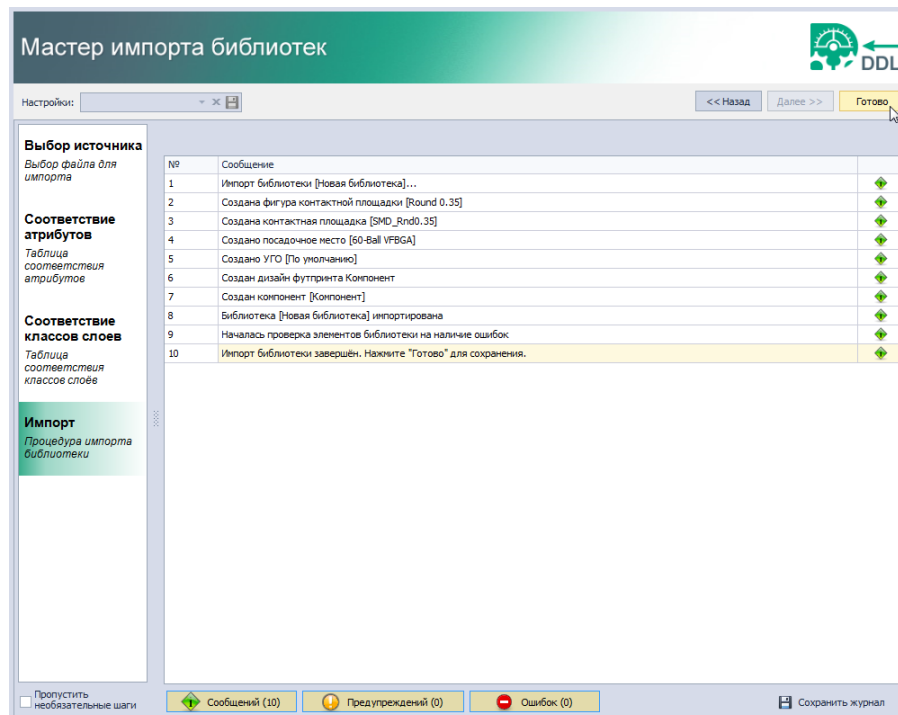

Рис. 23 Закрытие мастера импорта
7. Закройте окно мастера импорта, нажав на кнопку «Готово», расположенную в верхней правой части окна, см. Рис. 23.